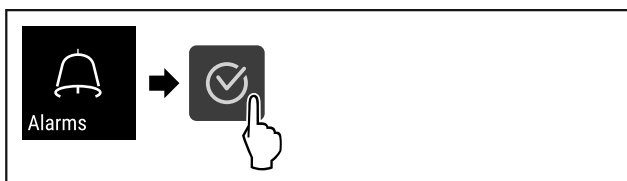

Fig. 96
- Eseguire i passi (vedere Fig. 96).
- ▶ Eseguire i passi (vedere Fig. 96).